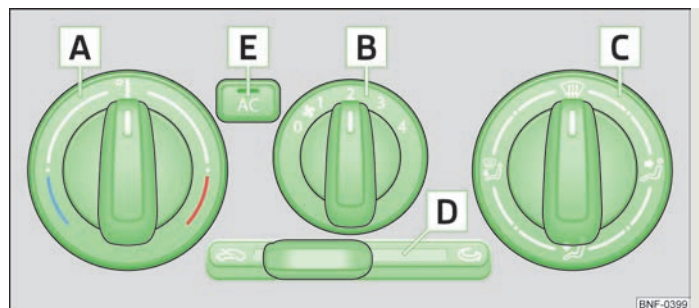

Fig. 59 Ar condicionado: Elementos de comando
O sistema de refrigeração só funciona quando o botão **AC** **E** » Fig. 59 estiver premido e se forem satisfeitas as seguintes condições:
- Rode o comando rotativo **A** » Fig. 59 para a direita, para aumentar a temperatura.
- Rode o botão do ventilador **B** » Fig. 59 para uma das posições 1 a 4, para ligar o ventilador.
- O regulador da distribuição do ar **C** » Fig. 59 permite orientar o fluxo de saída de ar.
- Voltando a pressionar o botão **AC** **E** » Fig. 59 desliga-se o sistema de ar condicionado. A luz de controlo acende-se no botão.
- A luz de controlo no botão **AC** **E** » Fig. 59 acende-se depois de o ligar, mesmo que não estejam cumpridas todas as condições de funcionamento do sistema de ar condicionado. Desta forma é sinalizada a prontidão de refrigeração, caso sejam cumpridas todas as condições » Página 55.
- Elementos de comando **A**, **B**, **C**, **D** e o botão **E** » Fig. 59.
- Empurre o regulador deslizante **D** » Fig. 59 para a posição .